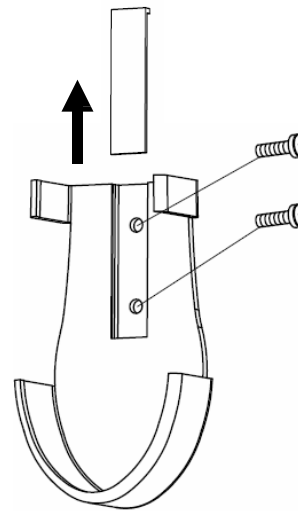

Fig. 11a
2. Quite el tornillo de la tapa e instale el portamandos con los 2 tornillos. Vuelva a colocar la tapa. (Fig. 11a).